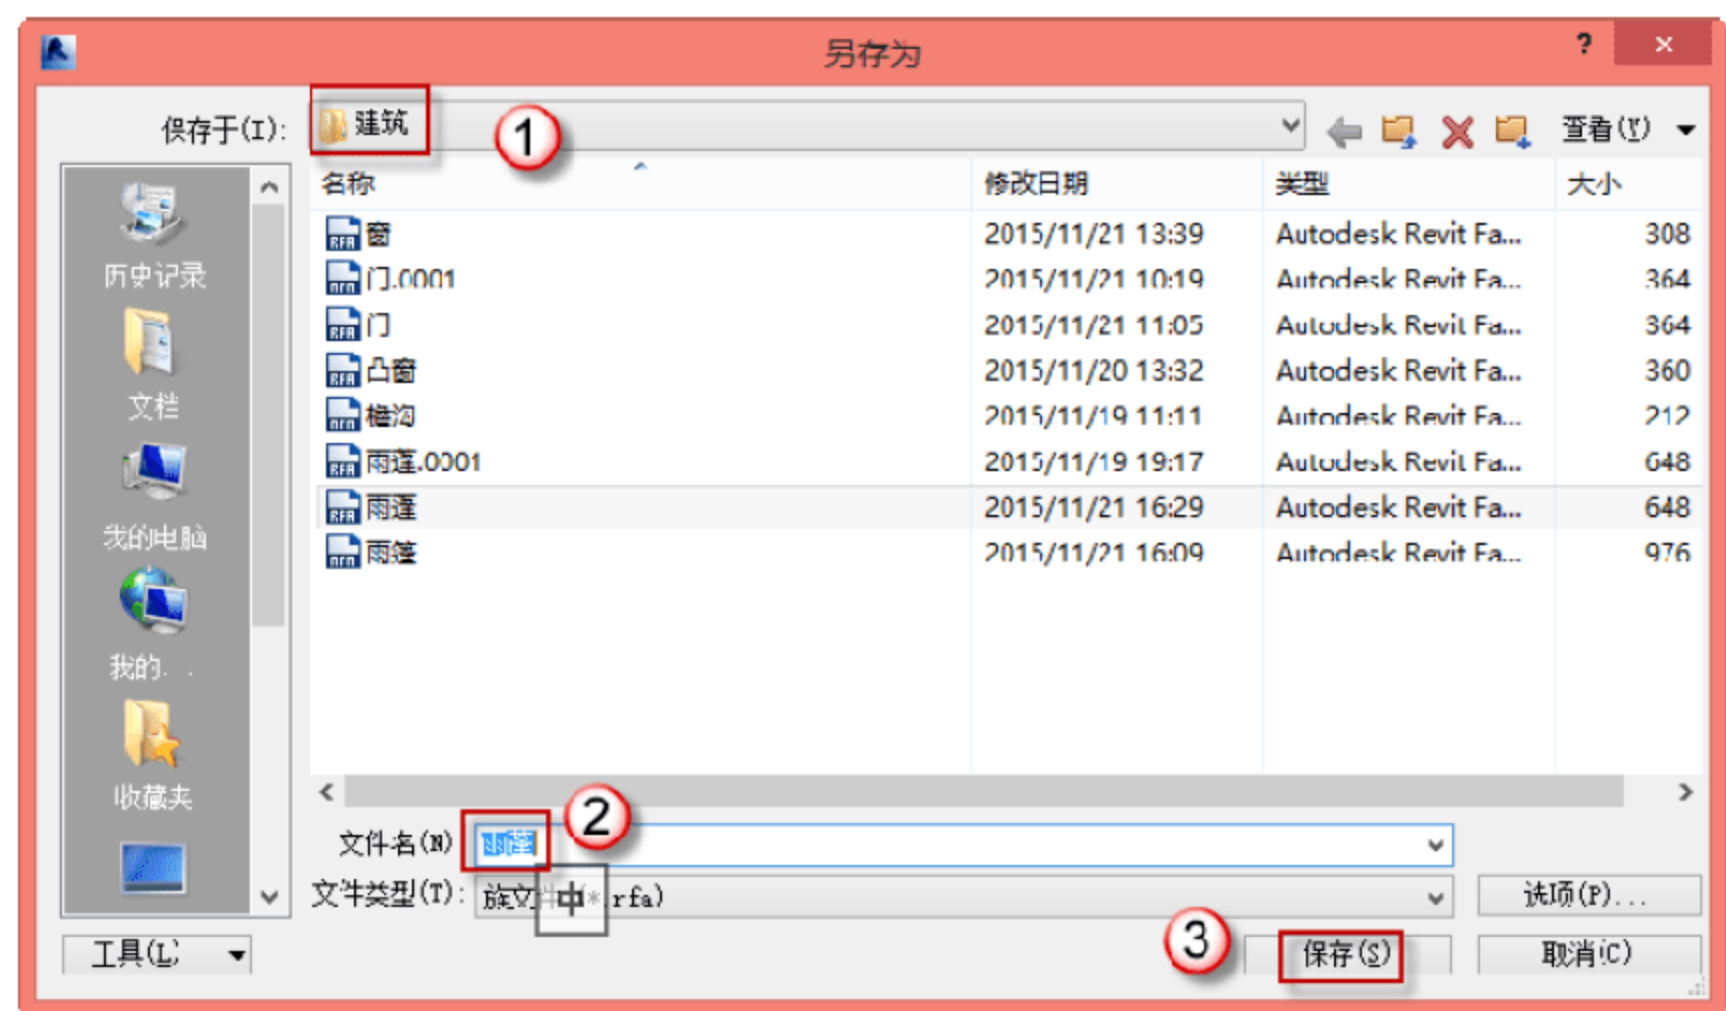

图 8.1.29 保存族
(3) 选择“应用程序”→“另存为”→“族”命令，在打开的对话框中选择相应族文件夹，更改文件名为“雨篷”并单击“保存”按钮，如图 8.1.29 所示。